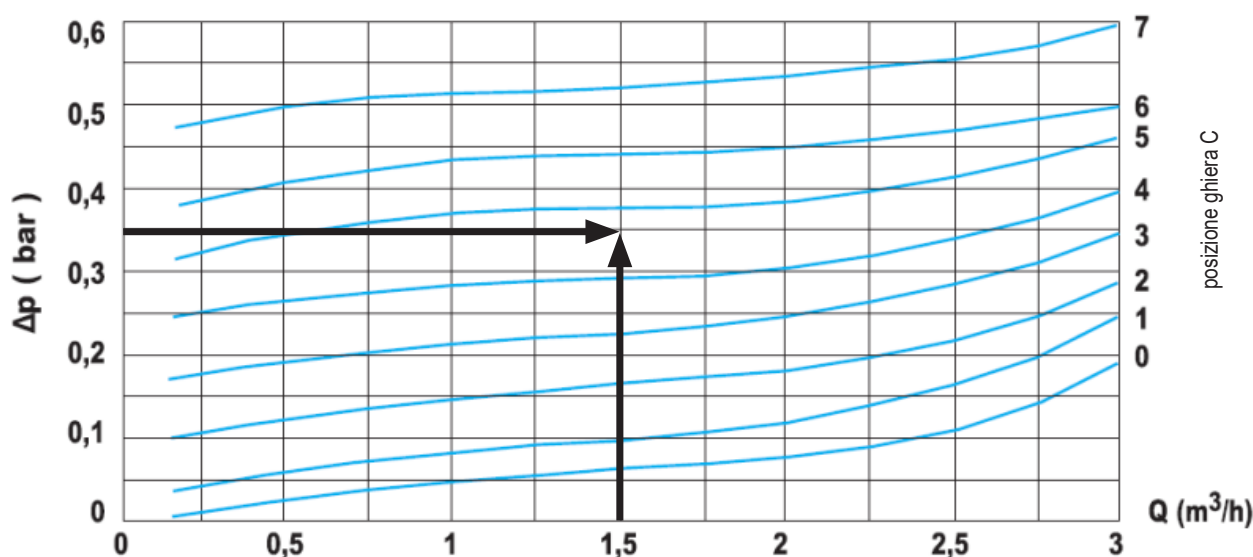

fig. 81 -
- Taratura scelta: su nr. 5 (vedi diagramma "fig. 81 -")